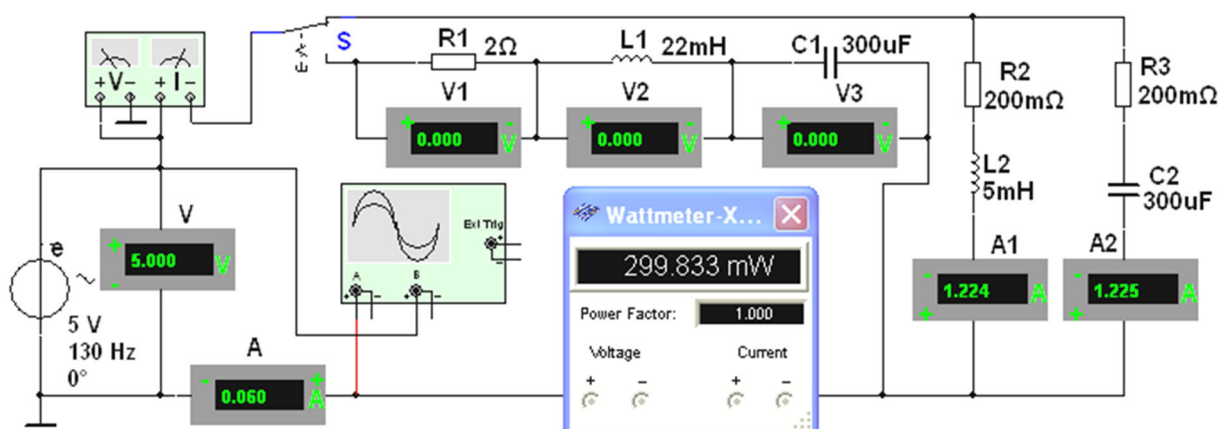

Рис. 5.9
**Задание 4. Запустить** среду MS10. **Открыть** файл **5.9.ms10**, размещённый в папке **Circuit Design Suite 10.0**, или **собрать** на рабочем поле среды MS10 схему (рис. 5.9) для исследования резонансных явлений в колебательных контурах, и **установить** параметры её элементов (см. табл. 5.1), а также сопротивления  $R_A = 1$  МОм амперметров **A1**, **A2** и **A3** и  $R_V = 10$  МОм вольтметров **V**, **V1** и **V2**, режим **АС** работы измерительных приборов.